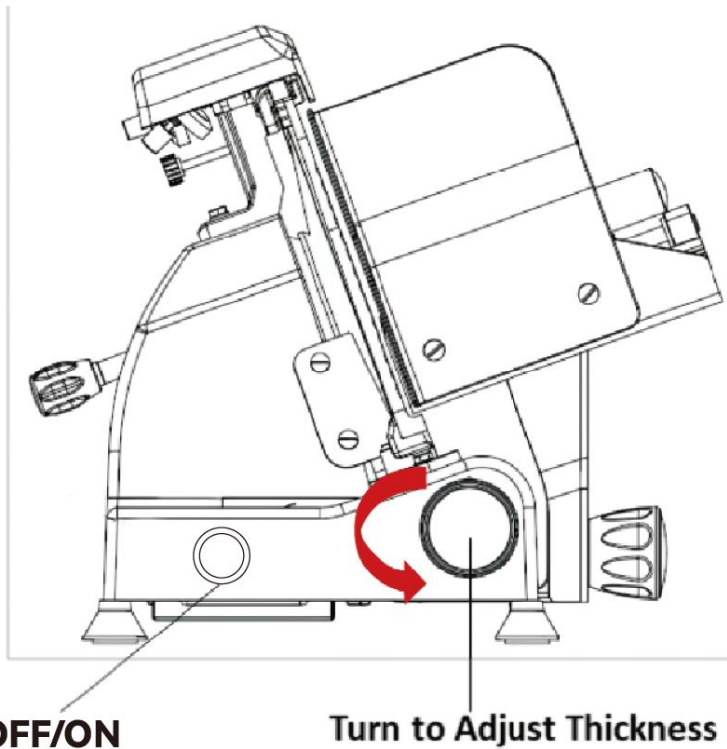

Bild 2
5. För att slå PÅ köttskäraren, tryck på den gröna "I"-knappen. (Se bild 2)
6. För att stänga av köttskäraren, tryck på den röda "O"-knappen. (Se bild 2)
8. Placera en bricka eller tallrik bakom köttskäraren och under bladet (del ⑧) för att samla upp den skivade maten när den lämnar bladområdet.
9. Håll i matpåskjutarens handtag (del ⑪) med höger hand. Skydda
12. När du är klar, stäng av köttskäraren (0) genom att trycka på den röda knappen. (Se bild 2)